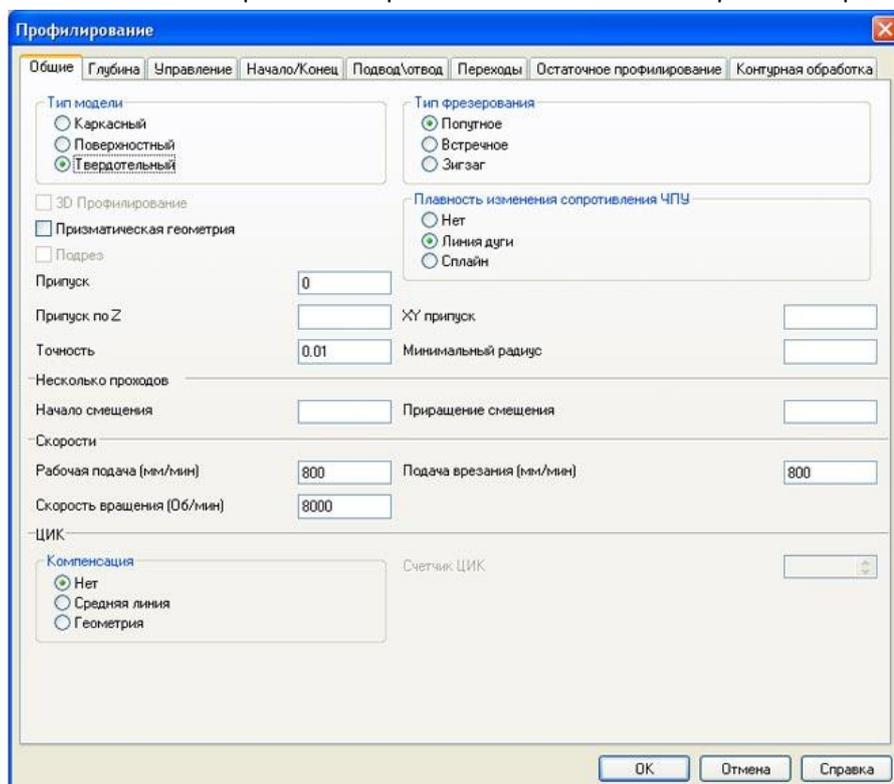

Рис. 8. Edgcam. Указать тип модели твёрдотельный
- Общие - указать тип модели «твёрдотельный» (рис.8);